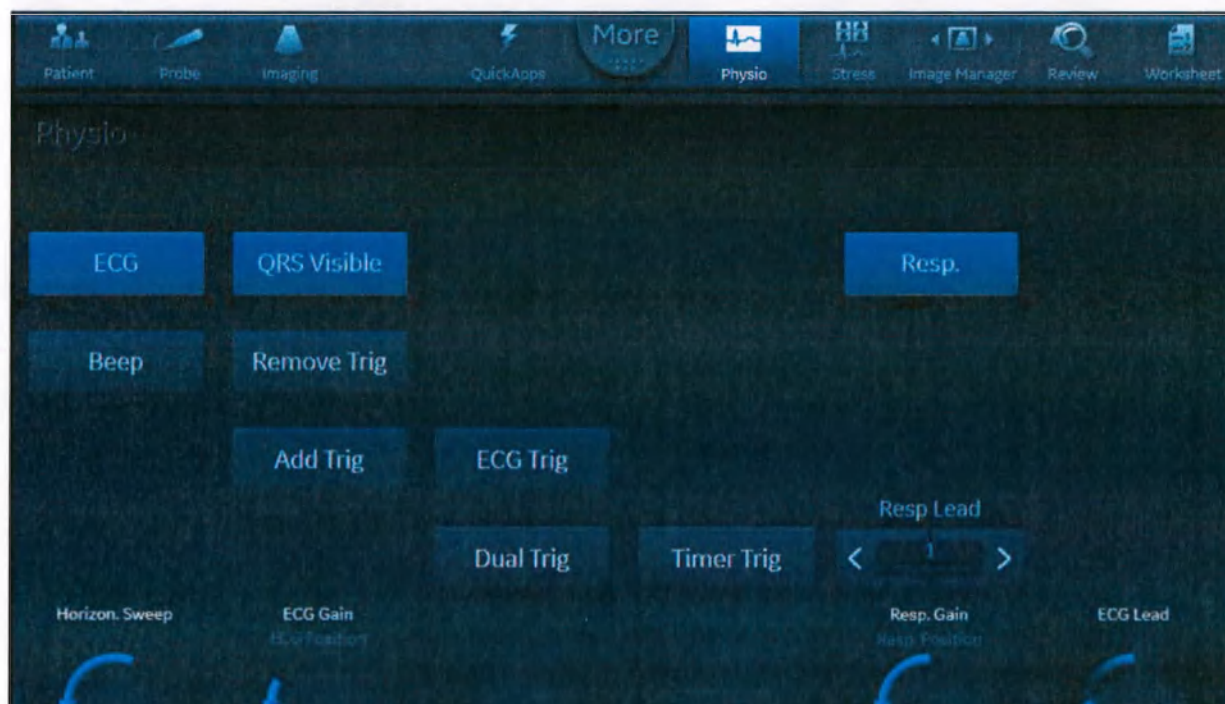

Рис. 3-14. Элементы управления мониторингом ЭКГ
1. По умолчанию ЭКГ отображается во всех кардиологических приложениях. При работе с другими приложениями для активации этой функции необходимо нажать на вкладку **Physio** (Физиологические кривые) на сенсорной панели. После этого нажмите **ECG** (ЭКГ) (Рис. 3-14).